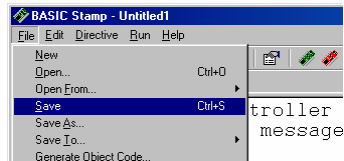

Figura 1-37
- √ Salvate il vostro lavoro cliccando *File* e selezionare *Salva*, (mostrato in Figura 1-37).